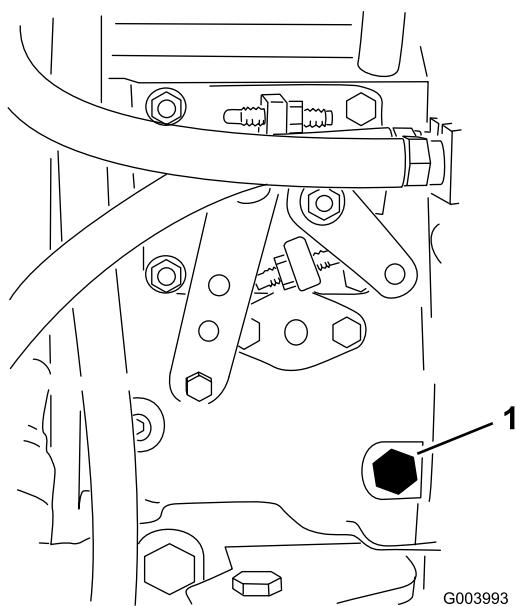

Figure 37
3. Desserrez la vis de purge sur la pompe d'injection (Figure 37) à l'aide d'une clé de 12 mm.